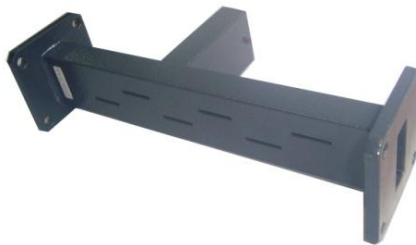

Figura A.18 Antena guía de ondas ranurada
3.1.2.2.2 Guía de ondas ranurada: se suministra una antena guía de ondas ranurada, esta antena se puede ver en la Figura A.18.